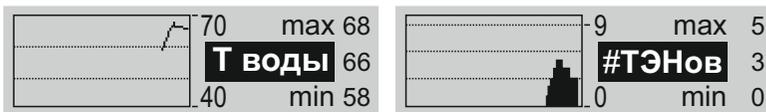

Рисунок 8.
4.7.5 Окна временных графиков показаны на рис. 8, 9.